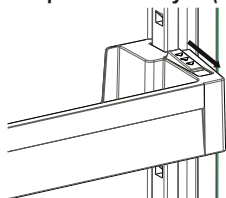

fig. 1
**För att ändra Adapti-Lift läge** håller du i botten av hyllan och drar knapparna på sidan av dörrhyllan i pilens riktning (fig. 1). Placera dörrhyllan på den höjd du vill genom att flytta den upp och ner.